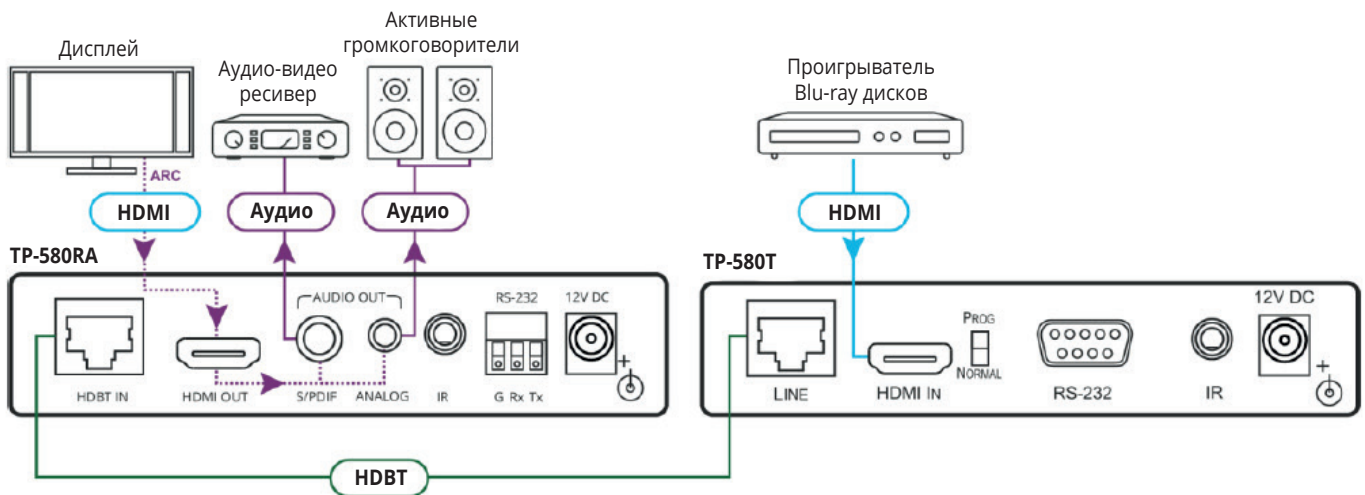

Рис. 6. Деэмбедирование обратного аудиоканала (ARC) из сигнала на выходе HDMI OUT
- Установите DIP-переключатель 2 в положение «Включено» (нижнее положение). Обратный аудиоканал деэмбедрируется из сигнала на выходе HDMI OUT и выводится одновременно на цифровой и аналоговый выходы (см. рисунок 6). При этом активный аудио-видео сигнал беспрепятственно проходит от источника к дисплею.